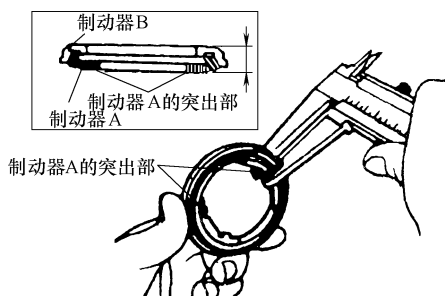

图 4-15 制动器部件厚度测量
① 制动器部件的厚度。装配好制动器 A 和制动器 B，如图 4-15 所示，用卡尺在制动器 A 的两个突出部测量其厚度，两侧均需测量。标准数值为 10.5mm，最小尺寸为 9.6mm。若小于该数值，应成组更换制动器 A 和制动器 B。